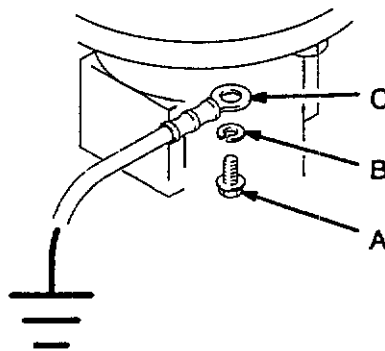

Fig. 1
Per collegare a terra l'agitatore, togliere la vite di messa a terra (A) ed la rosetta di sicurezza (B). Ved. Fig 1. Fissare il terminale del cavo di terra (C) all'agitatore tramite la vite e la rosetta di sicurezza. Collegare l'altra estremit  del cavo di terra ad una vera messa a terra. Ved. pagina 10 per ordinare un cavo ed un morsetto di terra.